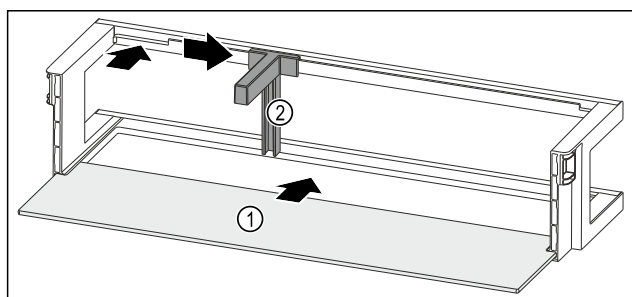

Fig. 206 Türabsteller mit Abstellfläche
- Abstellfläche Fig. 206 (1) in die seitlichen Aussparungen einschieben.
- Flaschenhalter Fig. 206 (2) in die Aussparung einsetzen.
- Flaschenhalter Fig. 206 (2) in gewünschte Position zur Seite schieben.